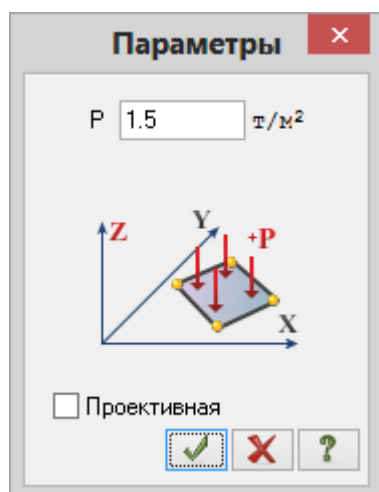

Рис.4.22. Диалоговое окно **Параметры**
- В этом окне задайте интенсивность нагрузки $p = 1.5 \text{ т/м}^2$ (рис.4.22).